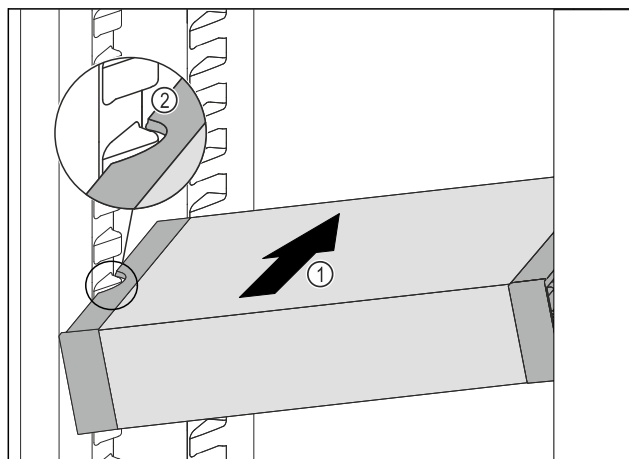

Fig. 99
- ▶ Inserire VarioSafe ad angolo nel vano frigorifero Fig. 99 (1), fino a quando le cavità laterali Fig. 99 (2) di VarioSafe non si trovano al livello della nervatura del contenitore nel vano frigorifero.